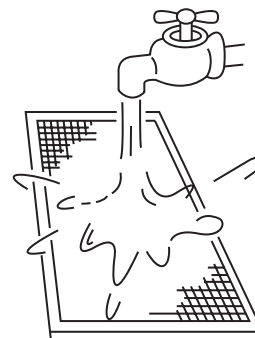

Fig.6-4
- El lado de entrada de aire debe estar hacia abajo cuando se utiliza agua. (Ver Fig. 6-4)